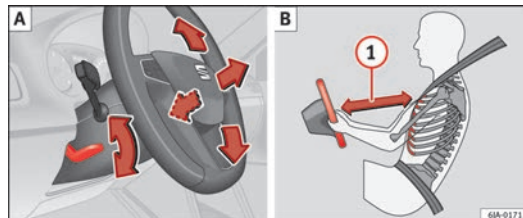

Fig. 100 Volante regolabile: leva sotto il piantone dello sterzo/distanza di sicurezza dal volante
- Tra lo sterzo del guidatore e il volante deve esserci una distanza di almeno 25 cm  ⇒ **fig. 100**  ⇒ pagina 143. Se questa distanza minima non viene rispettata, viene pregiudicata la funzione protettiva del sistema degli airbag che, aprendosi, può addirittura rappresentare un pericolo mortale!
- Tirare verso il basso la leva posta sotto il volante ⇒ fig. 100 A.